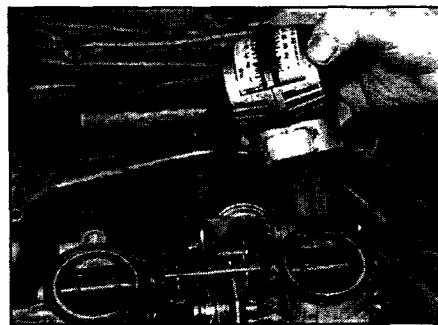

Рис. 4.4 Установка синхрометра для измерения баланса воздушных потоков
- 4 Присоедините синхрометр (балансный измеритель масс воздуха) к управляющему карбюратору и запишите измеренное значение (рис. 4.4).